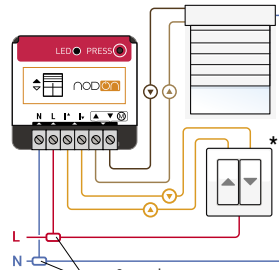

Figure 1
- Verdrahten Sie das Modul entsprechend dem Bild 1..
- Wire the Relay Switch according to the diagram figure 1.